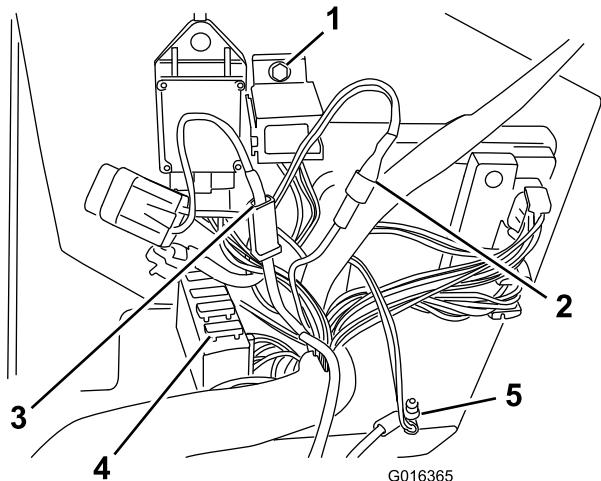

Bild 15
**Hinweis:** Befestigen Sie die Ringterminale an den Stellen, die am unteren Teil des Armaturenbretts angegeben sind (Bild 15).
(M5) und zwei Scheiben (M5) an der Stelle an der Seitenplatte (Bild 15).
6. Stecken Sie den rosa Doppeldraht (Patronenterminal) in den rosa Draht des Hauptkabelbaums (Buchse) (positiv geschaltet), wie in Bild 15 dargestellt.
7. Stecken Sie den roten Draht (Patronenterminal) in den roten Draht des Hauptkabelbaums (Buchse) (positiv geschaltet), wie in Bild 15 dargestellt.
8. Ersetzen Sie die 10-Ampere-Sicherung durch die 20-Ampere-Sicherung vom Kit (Bild 15).